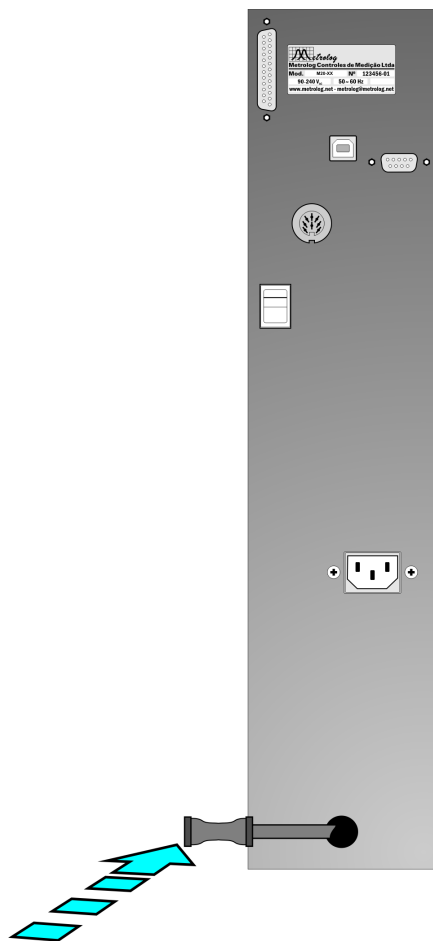

Figura 3 - Conexão à rede de ar comprimido
- O equipamento M20-EPS exige conexão à uma rede de ar comprimido. A conexão deve ser realizada através da conexão tipo engate-rápido na parte traseira do equipamento (mangueria 6mm diâmetro externo) conforme indicado na **figura 3**. A pressão de linha deve estar entre 40 e 110 psi (2,7 a 10,2 bar).